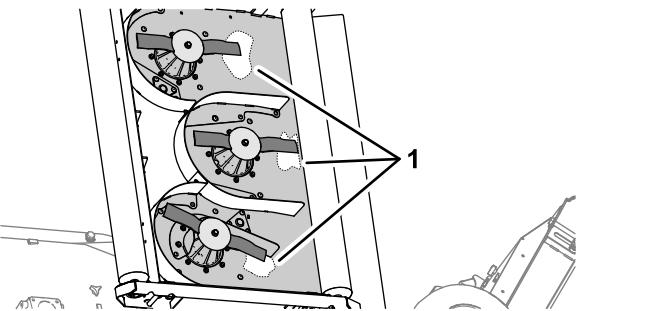

Figura 65
2. Pulite la parte inferiore del piatto di taglio nell'area adiacente al tagliente nella parte posteriore della lama (Figura 65).